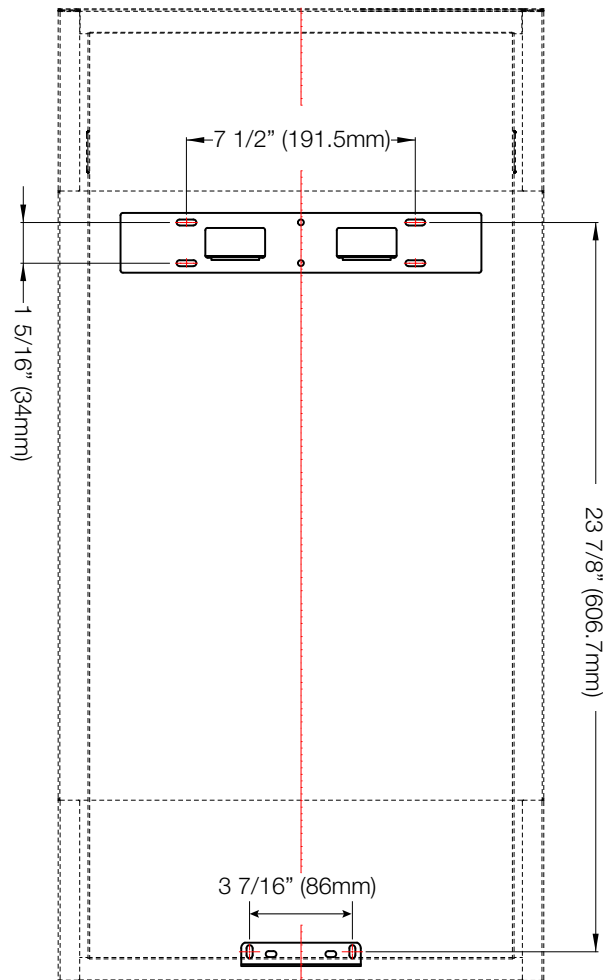
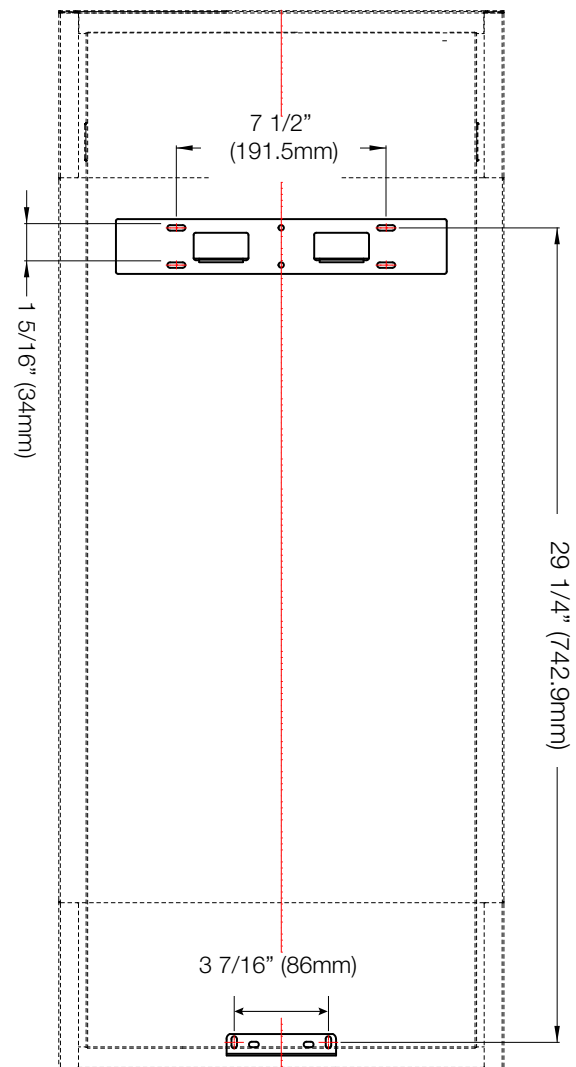

Abb. 2: NEFVC32H-EU Wandmontage-Vorlage
Abb. 3: NEFVC38H-EU Wandmontage-Vorlage
5. Markieren Sie mithilfe der Wandmontage-Vorlage (**Abb. 2 für NEFVC32H-EU oder Abb. 3 für NEFVC38H-EU**) die Positionen der Rückwand- und der unteren Halterungen an der Wand.
2. Führen Sie die Glasscheibe in die Schienen der Brennkammer ein (**Abb. 2**).
3. Drücken Sie den oberen Teil der Glasscheibe gegen den oberen Teil der Plastikleiste (**Abb. 3**).
2. Greifen Sie mit den Haken der Halterung hinter die Glasscheibe, um sie nach vorn zu ziehen (**Abb. 3**).